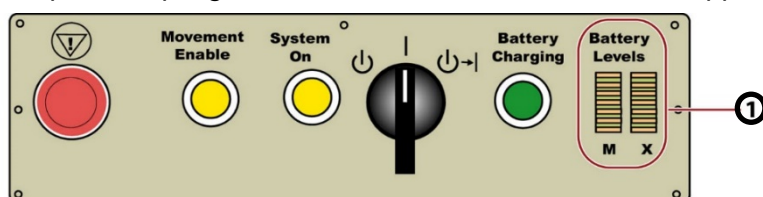

Figura 1
Spie del livello della batteria: sul pannello di controllo dell'alimentazione IAS mostrato in figura 1, entrambe colonne delle spie LED gialle (①) indicano i livelli della serie di batterie del motore (**M**) e della serie di batterie dei raggi X (**X**). Vedere "Spie del livello di carica della batteria" nel manuale per l'operatore per ulteriori informazioni sui livelli di carica delle batterie rappresentati dai LED a scorrimento. Vedere "Verifiche del funzionamento eseguibili dall'operatore" nel manuale per l'operatore per garantire il corretto funzionamento dell'apparecchiatura.